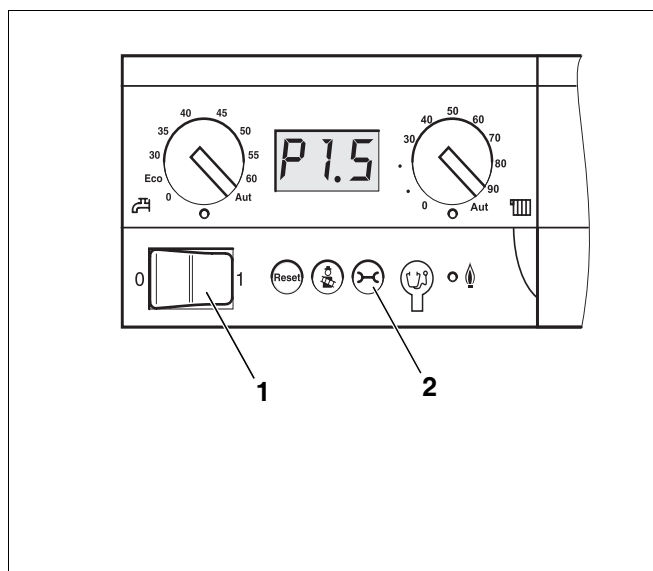

Bild 23 Druckwiedergabe
- Betriebsschalter am BC10 auf „1“ (Ein) stellen (→ Bild 23, [1]).
- Taste „Statusanzeige“ (→ Bild 23, [2]) betätigen, bis der Anlagendruck angezeigt wird (z. B.: P1.1 für 1,1 bar).